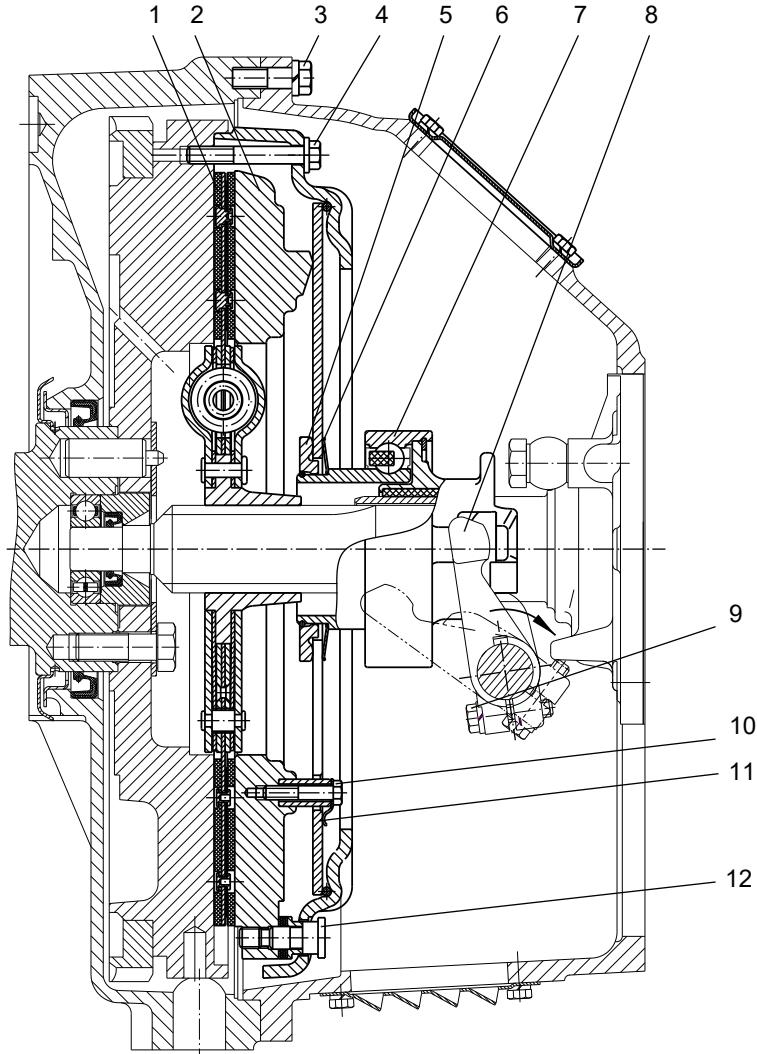
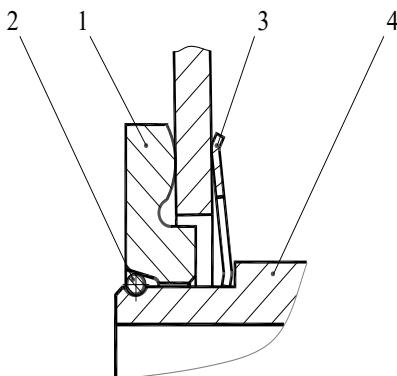

Рис. 151. Сцепление:
Рис.153. Установка муфты выключения сцепления:
Диафрагменное сцепление (рис. 151) состоит из ведущих и ведомых частей, а также механизма выключения.
Механизм выключения сцепления состоит из муфты с подшипником 7 (см. рис. 151) и вилки 8 с валом, на шлицевой конец которого устанавливается рычаг. Муфта выключения сцепления соединяется с диафрагменной пружиной с помощью запорного устройства (рис. 153). При работе муфта центрируется по направляющей крышки заднего подшипника первичного вала коробки передач и удерживается от поворота боковыми поверхностями вилки. Выключение сцепления осуществляется поворотом вала по часовой стрелке (см. рис. 151).
1. Установить муфту на нажимной комплект (корзину) в соответствии с рис. 153.